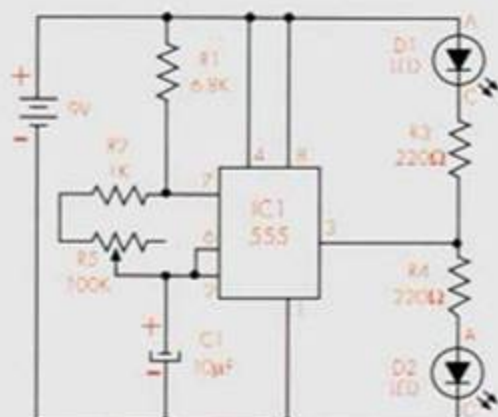

Figura 1. Diagrama esquemático
- Arme en el protoboard el circuito que aparece en el diagrama esquemático de la figura 1. Use como guía de montaje el diagrama pictórico. Los componentes se pueden montar en cualquier orden a excepción de la batería, la cual debe dejarse para lo último. Revise la orientación del circuito integrado, de tal modo que sus pines no queden invertidos.